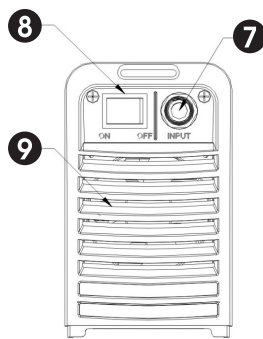

рисунок 2
• Задняя контрольная панель (см. рис. 2).
- (7) Кабель питания.
- (8) Выключатель ON/OFF.
- (9) Вентилятор.